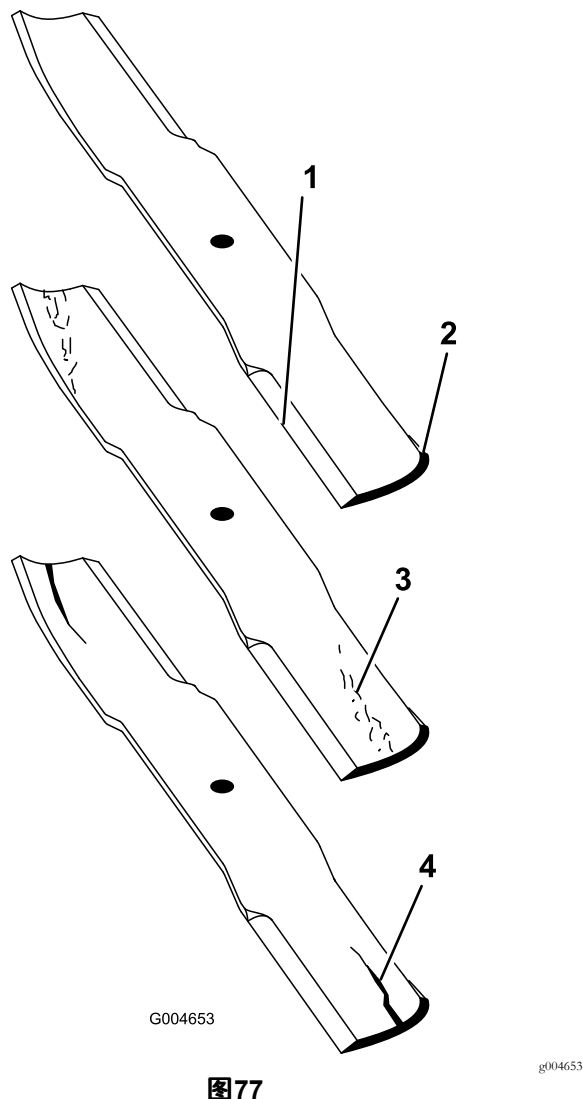

图77
2. 仔细检查刀片的剪草端特别是刀片平面和曲面交接的部分 (图77)。
注意 由于沙子和研磨材料可能导致连接刀片平面与曲面的金属磨损请在使用剪草机之前检查刀片。如果看到出现磨损图77请更换刀片。
3. 检查所有刀片的刀刃如果已经变钝或出现裂口应打磨刀刃图77。